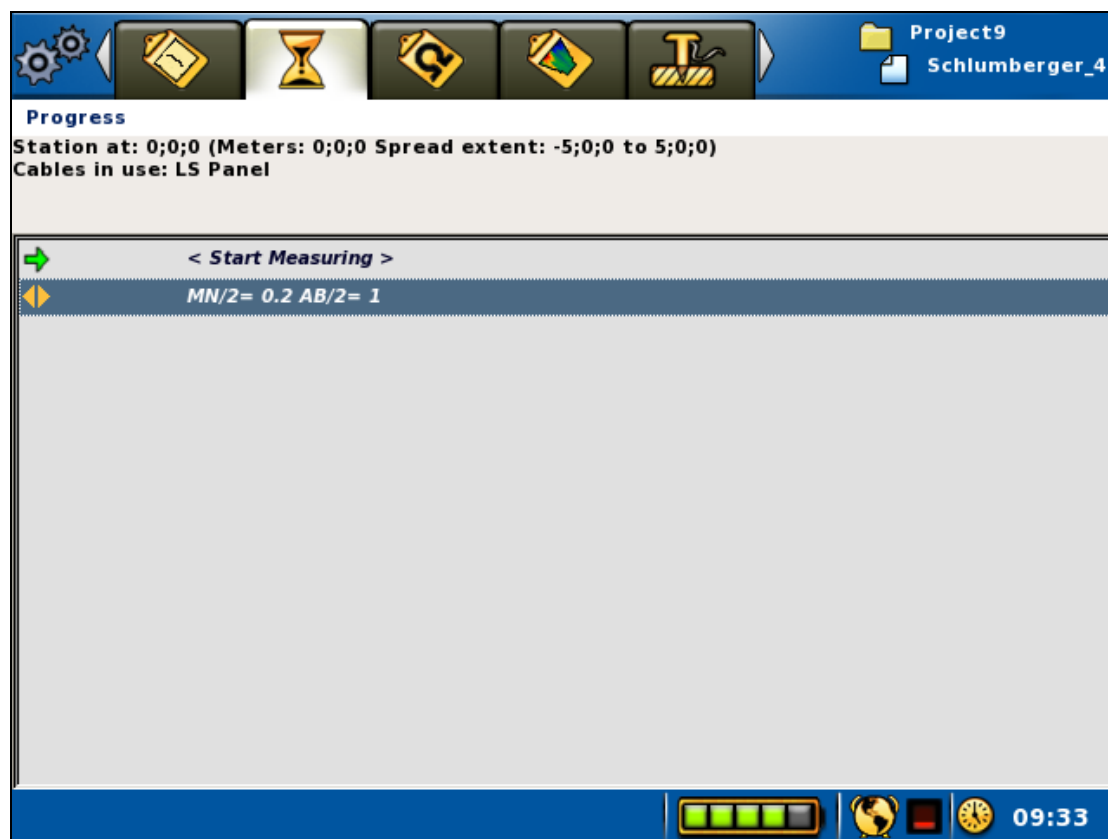

Figure 61. La Vista de Progreso en el Modo SEV
- La *Vista Measure/Progress* (Figure 61) se usara para parar y parar mediciones como de costumbre. La posición del electrodo activo, que es la posición del electrodo a medir, puede también ser seleccionada, en esta *Vista*.
En el modo *SEV* una línea con una posición de electrodo MN/2 y AB/2 se mostrara en la *Vista de Progreso* (Figure 61). Estas son las posiciones de electrodo activas.
La Vista de Posiciones de Electrodo (Figura 62) muestra todas las posiciones de electrodo del protocolo. La flecha Amarillo oscuro está localizada en la línea que corresponde a la posición del electrodo activo, Esta posición de electrodo es la que se muestra en la segunda línea de la Vista de Progreso (Figure 61). La Vista de Posición de electrodo estará vacía cuando el instrumento no se encuentre en el modo SEV.